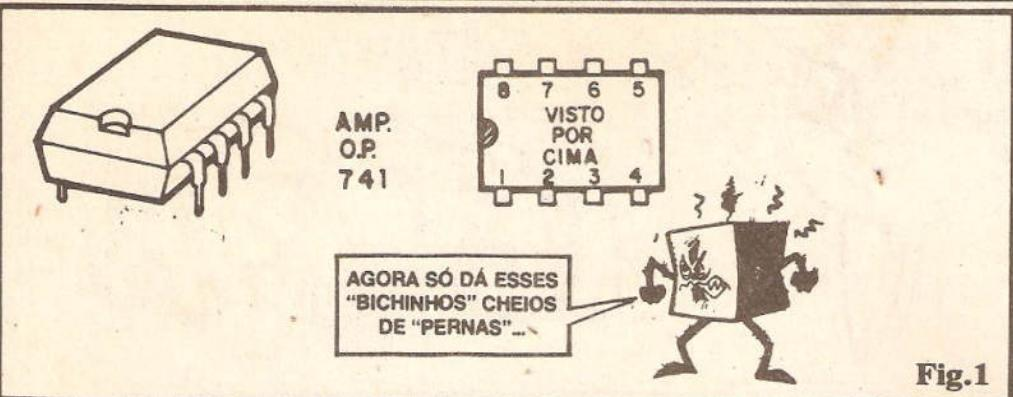

Fig.1
- FIG. 1 - APARÊNCIA E PINAGEM - O 741 é normalmente apresentado num invólucro DIL (com duas "linhas" de pinos) de 8 "pernas", 4 de cada lado do seu